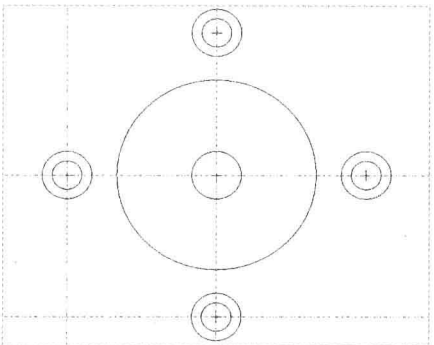

图 13-11 镜像图形 2
Step 10 选择绘图区下方的同心圆对象，在“功能区”选项板的“草绘”选项卡中，单击“编辑”面板中的“镜像”按钮，以中间的水平中心线为镜像线，进行镜像处理，如图 13-11 所示。